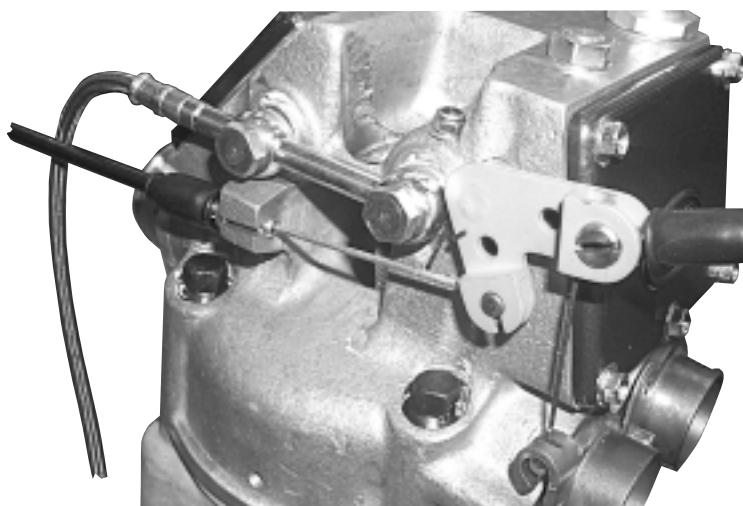

Fig. 43
2. Utilizzando il registro "B" portare il gioco del cavo a **1,5 mm.** (Fig.43).
Utilizing register "b" taking game of cable at **1,5 mm.** (Fig. 43).
Jetzt durch Stellelement "B" das Kabelspiel auf **1,5 mm.** bringen (Abb.43).